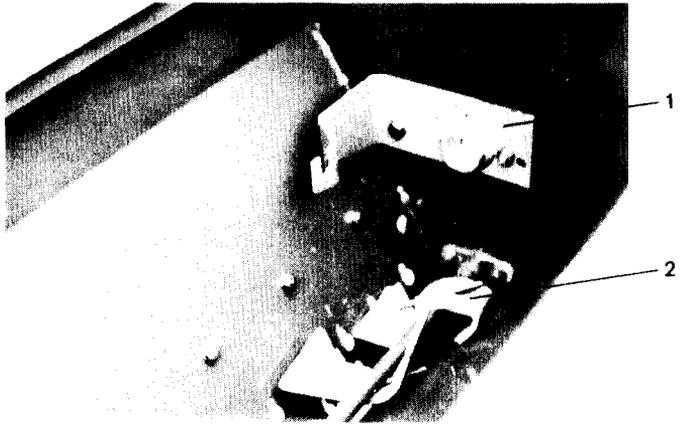

Fig. 55
1. Rechte und linke Seitenplatte gemäß (Fig. 55 / 1 u. 58 / 1) anschrauben.
2. Gummilappen gemäß (Fig. 55 / 2) auf die Stifte der Rührwelle aufziehen.